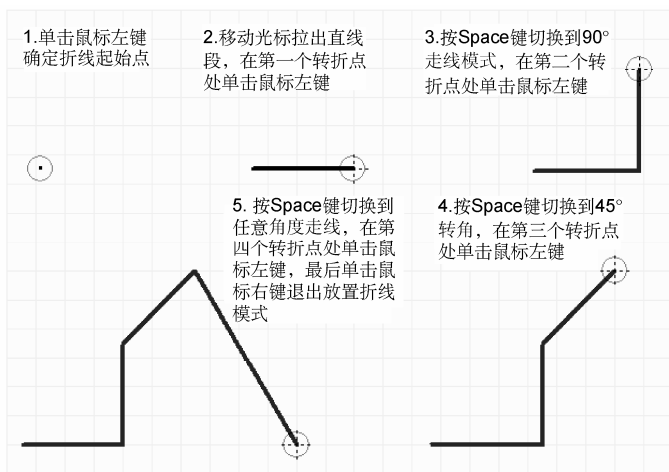

图 4-52 绘制折线
(1) 单击 Utility Tools 子工具栏上的  按钮,或者执行菜单命令 Place >> Drawing Tools >> Line,光标变为十字形,单击鼠标左键确定折线的起点,如图 4-52 所示。
(2) 移动光标,即可拖出一条直线。如图 4-52 所示,在需要转折处,单击鼠标左键确定转折点,固定前面的直线段。
(3) 按照图 4-52 所示绘制剩下的部分。在绘制过程中,按 Space 键可以在 90°、45°和任意角度走线模式间循环切换。
(4) 在终点处,单击鼠标左键确定终点位置,然后单击鼠标右键退出绘制折线状态。